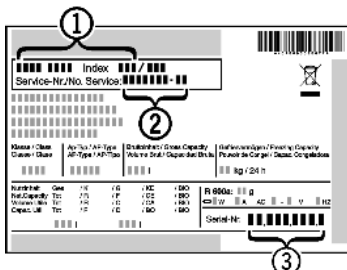

Fig. 9
► Apparaataanduiding Fig. 9 (1), service-nr. Fig. 9 (2) en serie-nr. Fig. 9 (3) van het typeplaatje aflezen. Het typeplaatje bevindt zich aan de linkerkant binnen in het apparaat.
- Contact opnemen met de Technische Dienst en het probleem, apparaataanduiding Fig. 9 (1), service-nr. Fig. 9 (2) en serie-nr. Fig. 9 (3) mededelen.